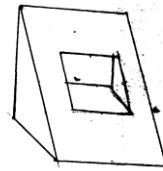

Рис. 2.2 Объемное изображение детали
2. дать изображение детали в объеме (аксонометрии или диметрии) (рис. 2.2);